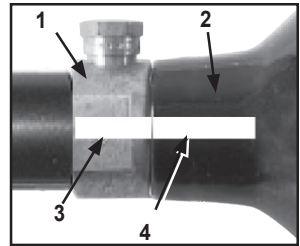

Figura 8: Válvula y cilindro Marcado Adecuadamente
La válvula de bronce o níquel (Figura 8, #1) ha sido fabricada para estar unida al cilindro de aire o de CO2 (2).
Referirse a la figura 8. Han habido reportes de incidentes causados por jugadores que sin conocimiento desatornillan el cilindro (2) de la válvula (1). Esto ocurre cuando el jugador piensa que el ensamble cilindro y la válvula han sido desatornillado de el adaptador de suministro de aire de el marcador de paintball, cuando en realidad están desatornillando el cilindro de la válvula del cilindro.